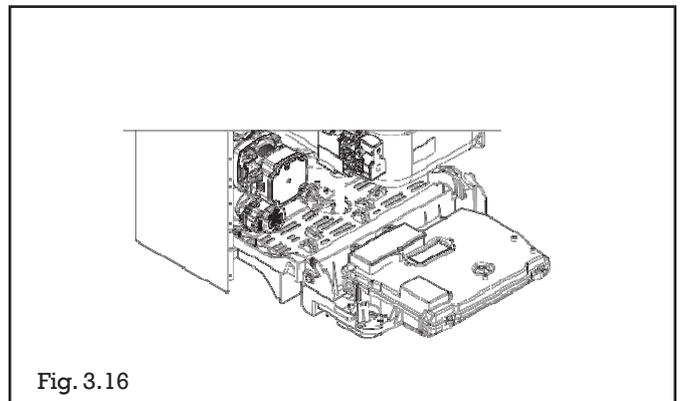

Fig. 3.16
- Premere i tasti laterali del quadro comandi e sganciarlo (fig.3.16),